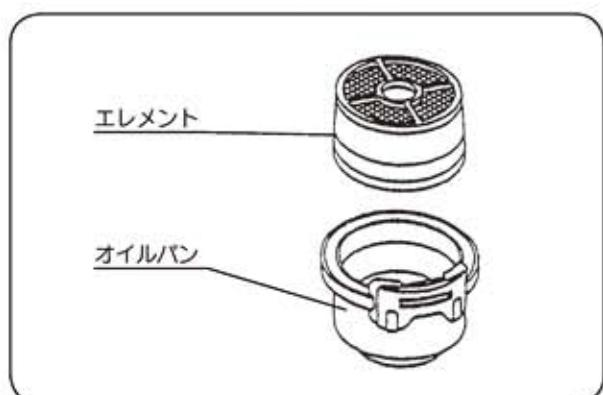

図35
③オイルパンはよく洗浄し、新しいエンジンオイル（SC級以上）をレベルまで入れてください。（図35）